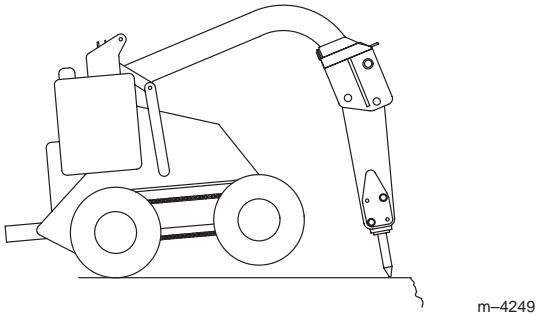

Bild 2
- Platzieren Sie den Meißel ungefähr 15 bis 45 cm von der Kante des Materials, das Sie aufbrechen möchten. Der Bohrer sollte etwas zur Kante geneigt sein (Bild 2).
- Wenden Sie beim Bohren immer mit den Hubarmen einen nach unten gerichteten Druck aus, bis sich die Zugmaschine vorne ein paar Zentimeter vom Boden anhebt (Bild 2). Halten Sie diesen Druck aufrecht, während sich der Meißel in das Material eindringt, dass Sie aufbrechen möchten.